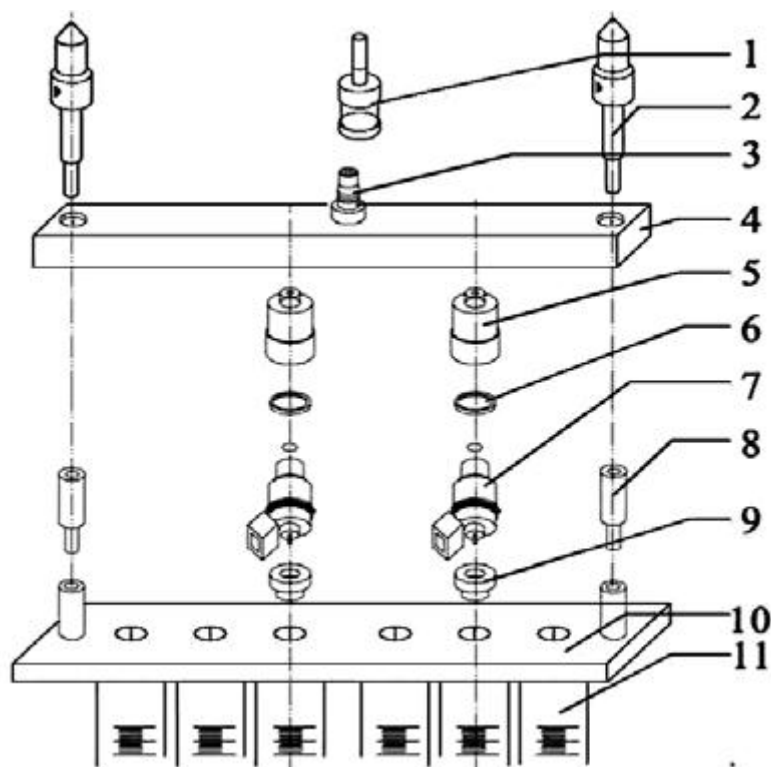

Рис. 2.3 Схема установки держателя для промывки противотоком
5. Установите топливную рампу вместе с цилиндрами на панель (16), и зафиксируйте их с помощью винтов (2). См. рис. 2.3.
6. Соедините топливную рампу с топливопроводным шлангом с помощью разъема (1).
#### 6.4 Установка инжектора для обратной промывки (противотоком) (рис. 2.3)